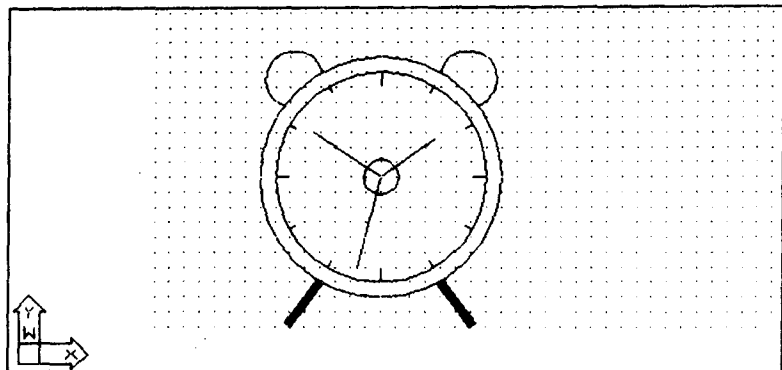

图 1-2-1 闹钟效果
本例将制作如图 1-2-1 所示的闹钟，使用到的绘制命令包括直线绘制命令 `line`、圆绘制命令 `circle`、圆弧绘制命令 `arc`、带宽度直线绘制命令 `trace` 等。本例还将着重演示如何使用图形编辑命令中的复制类命令，包括阵列方式复制命令 `array`、对称方式复制命令 `mirror`。操作步骤如下：
(10) 最后的步骤是绘制闹钟的三条指针。从命令行直接输入 `line` 命令，选择轮廓圆的圆心作为直线的起点，先后绘制出三条长度合适的同起点的直线分别作为时针、分针、秒针。整个闹钟便绘制出来了，最终效果如图 1-2-1 所示。